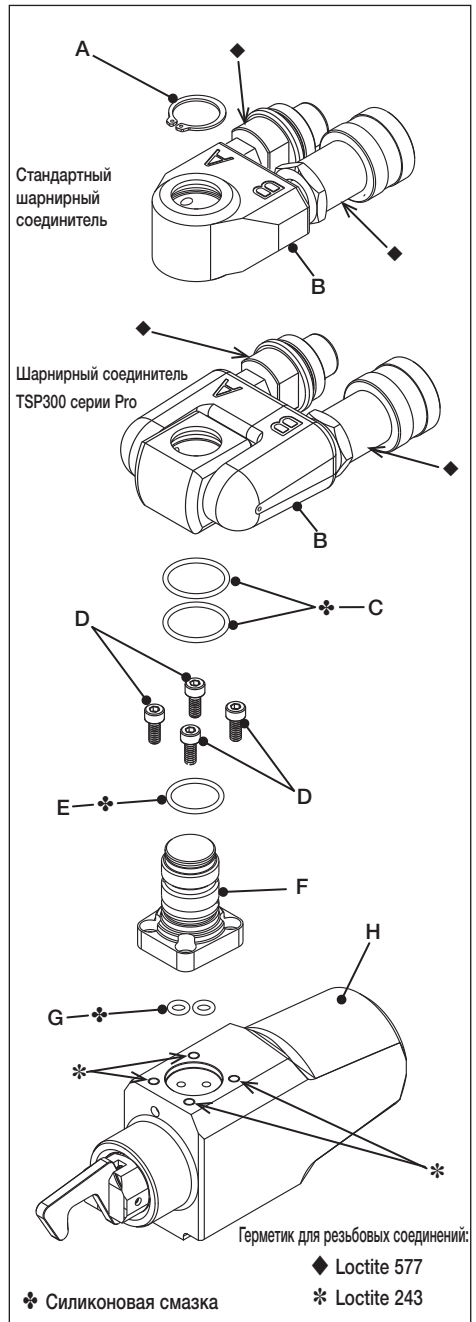

Рис. 16
5.3 Полное техническое обслуживание - Гидравлический шарнирный соединитель и привод (рис. 16, 17 и 19)
- Нанесите небольшое количество герметика для резьбовых соединений Loctite 243 на резьбовые отверстия в приводе. Места нанесения отмечены на рис. 16 значком *.